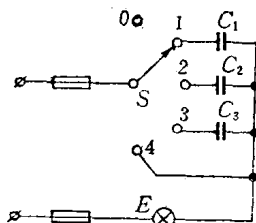
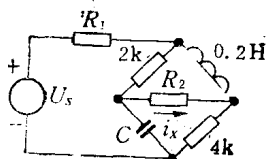

图 4
图 5
4. 图 4 中圆柱形的空心线圈 1 与绕于 U 形铁心上的线圈 2 串联。当我们将一磁铁插入圆形线圈中时, 试判断小磁针的偏转方向。
5. 图 5 中 A 是一个闭合的铝环, B 是一个有缺口的铝环, 分别用细线吊起。当把磁铁插入 A 环中或从 A 环中抽出时(不与 A 环相碰), A 环被吸引还是被排斥? 为什么? 当把磁铁插入 B 环或从 B 环中抽出时, B 环是否运动? 为什么?
4. 图 4 中 A 、 B 之间电阻值为多少?
5. 图 5 电路中, $R_1=R_4=6$ 欧、 $R_2=R_3=12$ 欧、 $R_5=18$ 欧, 请用电桥测量 A 、 B 之间电阻。 S 开路时, 为多少; S 合上时, 又为多少?
4. 将 6 个相等的电阻 $R = 20$ 欧接成图 4 电路,其上加对称的三相 380 伏电压时,整个电路消耗的有功功率(千瓦)是下列数组中的哪一个? (1) 2.89; (2) 9.39; (3) 28.9; (4) 57.8; (5) 28900。
5. 把 3 个相等的电阻 $R = 10$ 欧和另外 3 个相等的电阻 $r = 30$ 欧接成图 5 电路,其上加对称的三相 380 伏电压时,流经电阻 r 的电流(安)是下列数组中的哪一个? (1) 0.63; (2)
3. 图 4、图 5 和图 6 中,已知正弦交流电压的有效值 $U = 100$ 伏, V 为理想二极管。先用万用表直流档测量点 1、2 间的电压;然后,不交换表笔,再用交流档测量点 1、2 间的电压。问两次测得的读数分别是多少伏?
4. 对上题的图 4、图 5,当直流档测完后,交换表笔,再用交流档测量点 1、2 间的电压,问读数各是多少伏?
4. 图 4 为电容器调光线路，我们要求当开关 S 置于 0 档时灯熄灭，置于 1 档时为暗淡，置于 2 档时较亮，置于 3 档时灯亮，置于 4 档时最亮，电容器从 $C_1 \sim C_3$ 依次递增。如电源电压为 220 伏，灯泡 E 为 40 瓦，如第 1 档时相当于 10 瓦，第 2 档时相当于 20 瓦，第 3 档时相当于 30 瓦，求出电容值 $C_1 \sim C_3$ 为多少？
5. 如图 5 所示，电阻 R_1 、 R_2 和电源电压 U_s 的值为未知，试求当角频率为 ω_1 ，电流 $i_x = 0$ 时，电容器 C 的值？